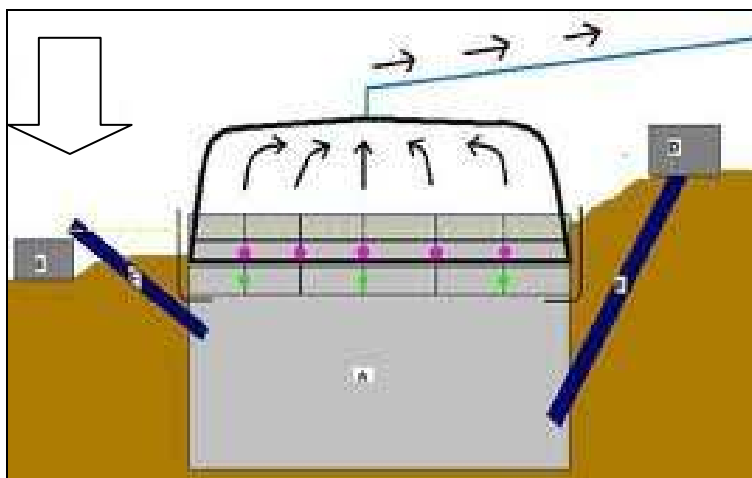

Figura D.3.- Indicación del lugar de entrada de excreta.[6]
2. La figura D.3 muestra el orificio de entrada de la mezcla para el biodigestor de cúpula fija: